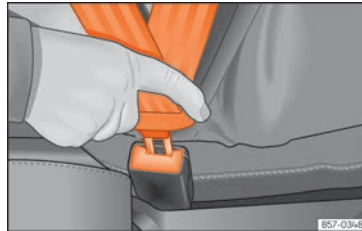

Abb. 25 Schloßzunge des Sicherheitsgurts in das Gurtchloß einstecken.
- Schloßzunge fest in das zum Sitzplatz gehörende Gurtchloß stecken »» [Abb. 25].